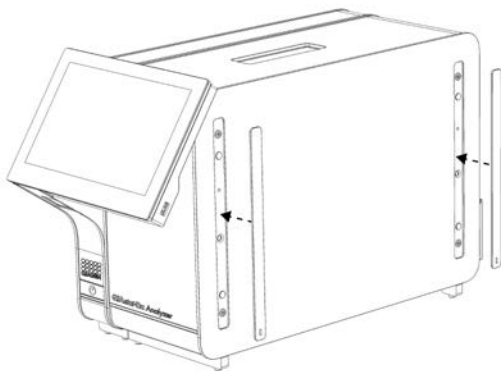

Figura 7. Recolocando as coberturas de proteção.
4. Volte a fixar as coberturas de proteção na parte lateral do Módulo analítico (Figura 7, página seguinte).